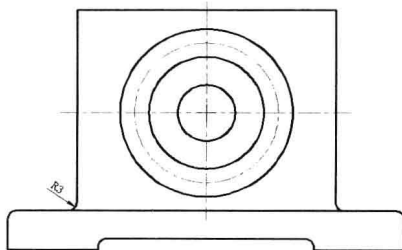

图 11-1-4
(4) 单击“圆角”按钮，输入圆角半径值“3”，按 Enter 键，选择相交的两条直线，即可创建圆角。用同样的方法创建其他位置的圆角，如图 11-1-4 所示。